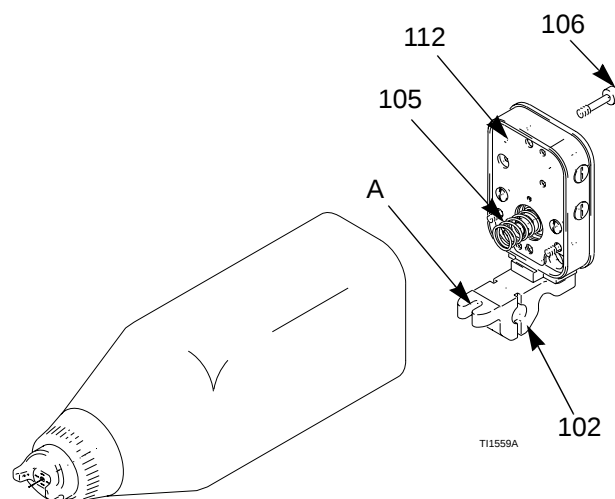

Fig. 20. Demontera pistolen från fördelningsröret
1. Lossa den nedre pistolskruven (31) tills pistolen sitter löst i spåret på fästet (A). Se Fig. 20.
1. Kontrollera att packningen (112) och fjädern (105) sitter på plats på fördelningsröret. Se Fig. 20. Kontrollera om delarna har skador och byt ut dem vid behov.
2. Fäst pistolen på fördelningsröret genom att dra åt de tre skruvarna (106).
3. Fäst pistolen på fästet (102) genom att dra åt nedre skruven (31).